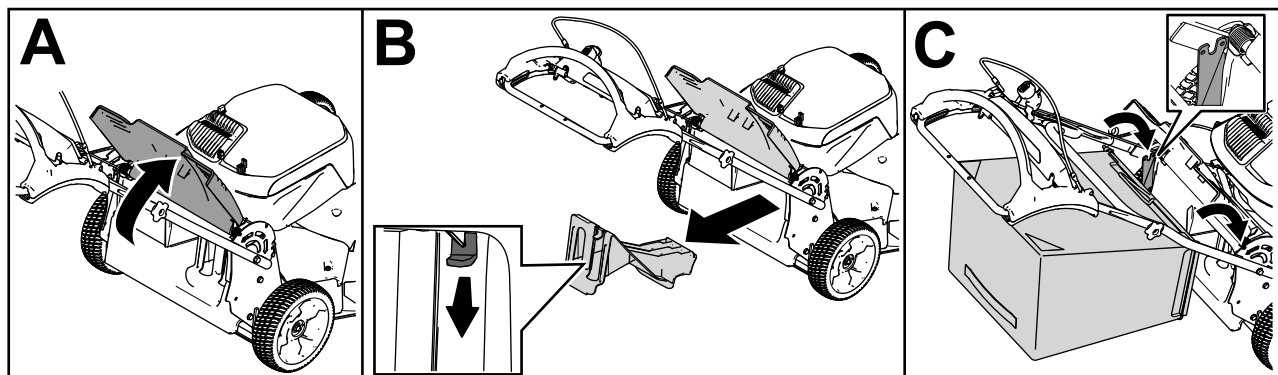

Figura 18
1. Sollevate il deflettore posteriore e tenetelo sollevato (A della Figura 18).
2. Rimuovete il coperchio di scarico posteriore abbassando il fermo con il pollice ed estraendo il coperchio dalla macchina (B della Figura 18).
3. Installate l'asta del cesto nelle tacche alla base della stegola e fate oscillare il cesto avanti e indietro per accertarvi che l'asta sia posizionata in fondo a entrambe le tacche; (riquadro C della Figura 18).